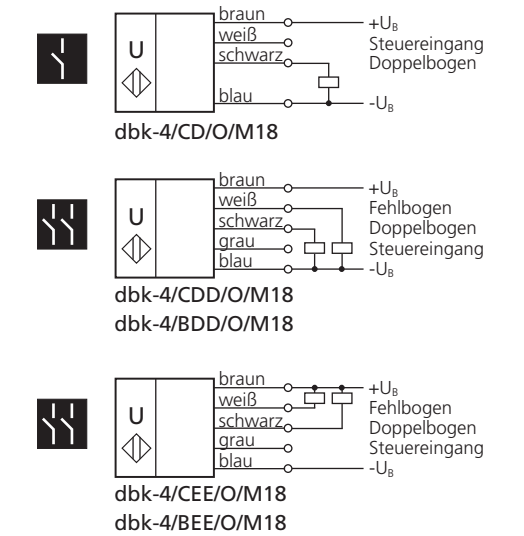

Abb. 2: Normsymbole und Anschlussbelegung
- Schließen Sie die 4- bzw. 5-adrige Steuerung des Empfängers gemäß Abb. 2 an.